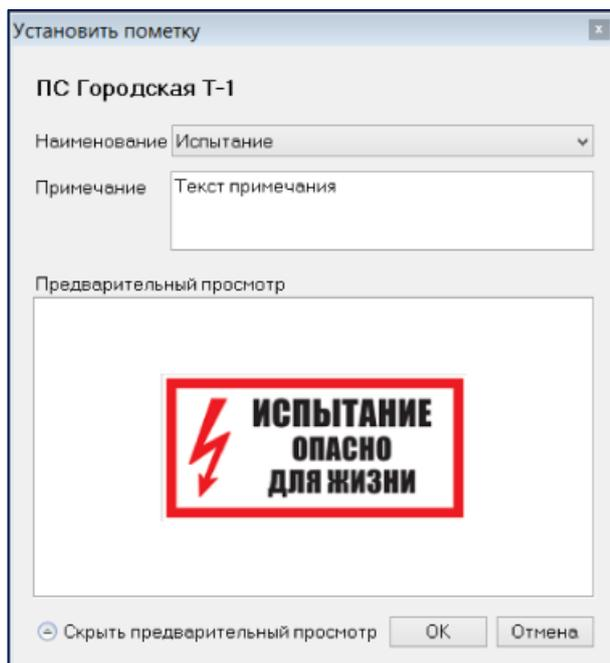

Рисунок 4.15 - Вид окна установки пометки
2. Выберите необходимый шаблон пометки из выпадающего списка **«Наименование»** в открывшемся окне установки пометки (см. рисунок 4.15).